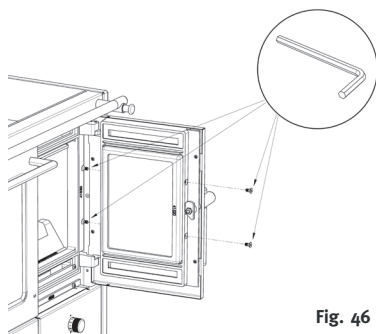

Fig. 46
- Dévisser les 4 vis six-pans creux (Fig. 46).